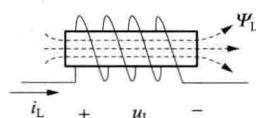

图 1-4 电感元件
(1) 当电流和磁链的参考方向符合右手螺旋法则时，线性电感元件的磁链  $\Psi_L$ 、电感量  $L$  及电感电流  $i_L$  之间关系式为  $\Psi_L = L i_L$ 。
(2) 特征方程。当电压、电流取关联正向时，如图 1-4 所示，电感元件的特征方程（即伏安关系式）为